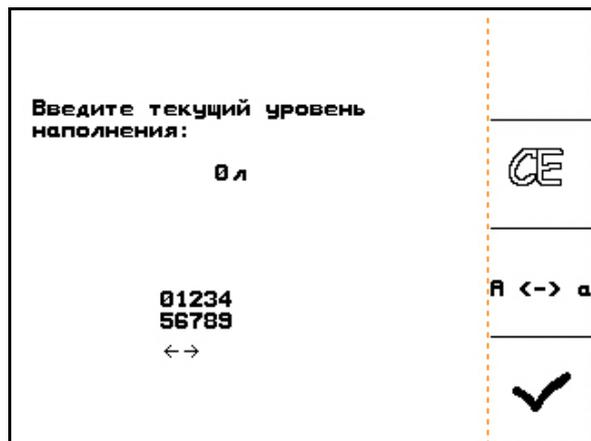

Рис. 85
1. Нажатием  вызовите меню "Наполнение" (Рис. 85).